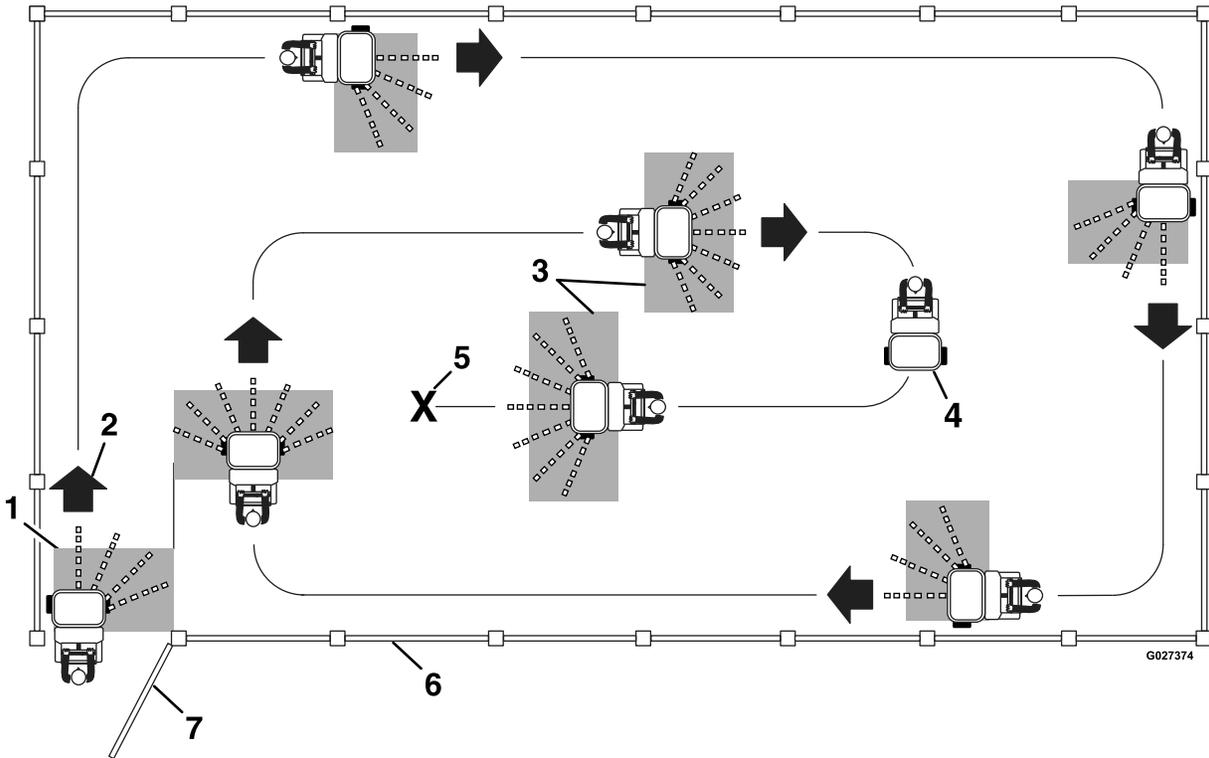

Figura 33
- Para asegurar una aplicación uniforme, distribuya el material en un patrón solapado, según se muestra en Figura 33. Se esparce la mayor parte del material desde la parte delantera de la tolva, y en menor medida desde cada lado. Puede ajustar el patrón de esparcido para conseguir los resultados deseados.